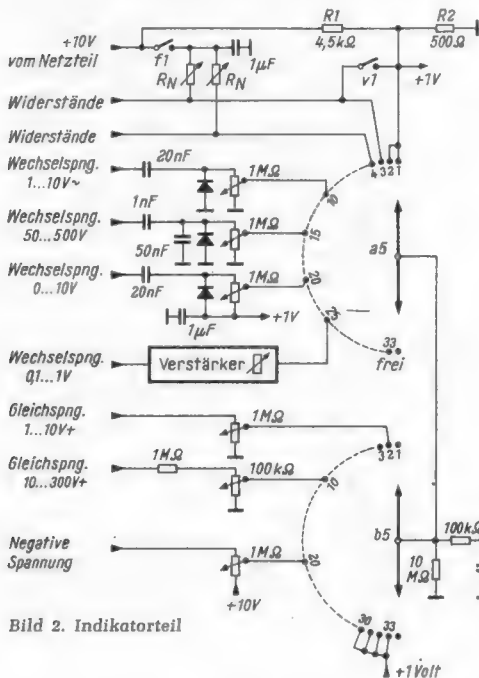
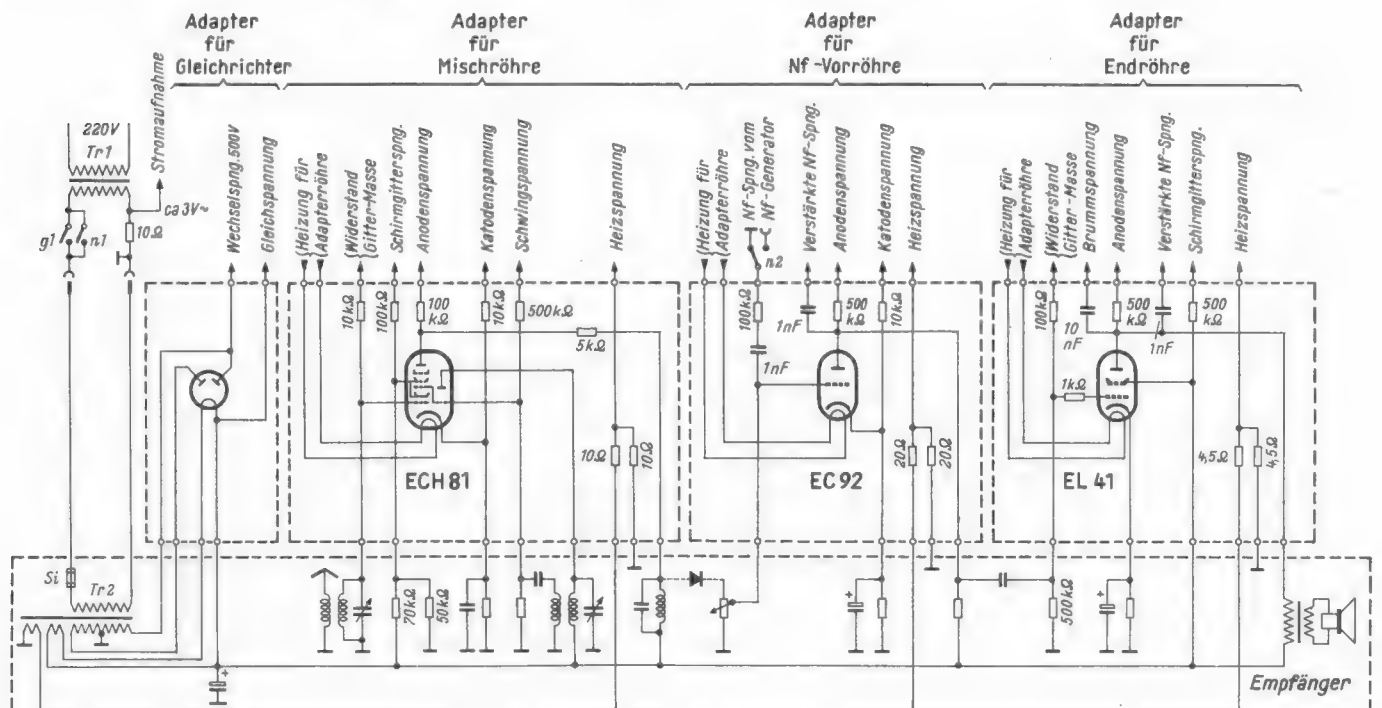

Bild 2. Indikationsteil
Bild 3. Schaltung der Röhrenadapter
Der Kontakt x_1 gehört zu dem X-Relais im Indikationsteil (Bild 2). Sobald dieses einen Fehler, d. h. eine falsche Spannung, feststellt, öffnet sich dieser Kontakt x_1 . Damit wird das Taktrelais T stromlos und die Automatik bleibt stehen. Entweder wird jetzt der Fehler beseitigt und die Automatik läuft von selbst wieder an, oder die Taste S_2 im Bild 1 (Steuerteil A) wird gedrückt. Das Wiedereinschaltrelais E zieht solange an, wie der Ladevorgang des vorgeschalteten Kondensators dauert. Der e_1 -Kontakt parallel zu dem x_1 -Kontakt schließt sich kurzzeitig, und die Automatik kann wieder anlaufen. Da auf Schritt 33 der a_2 -Kontaktbahn keine Messung erfolgt, bekommt das E-Relais hier nochmals kurzzeitig über den zweiten vorgeschalteten Kondensator Spannung. Der e-Kontakt schließt ebenfalls kurzzeitig bis der Drehwähler B angelaufen ist.
Die Kontaktbahnen a_2 und b_2 schalten bei jedem Schritt ein Glühlämpchen ein, so daß jederzeit zu erkennen ist, auf welchem Schritt sich die Automatik befindet. Die Stellungen 1 und 33 werden nicht zur Messung benutzt. Die Kontaktbahn a_3 steuert das V- und das F-Relais für die Widerstandsmessung. Diese findet am Anfang der Messung in spannungslosem Zustand des Chassis statt. Der Kontakt f_1 in Bild 2 legt die Widerstandsmeßspannung + 10 Volt an. Wird z. B. der Gitterableitwiderstand einer Verstärkerröhre gemessen, so würde diese Meßspannung nachher im Betrieb stören und muß daher wieder verschwinden. Das V-Relais mit seinem Kontakt v_1 dient der Aufladung vorhandener großer Kapazitäten auf + 1 Volt. Das ist beispielsweise für die Messung des Widerstandes der Leitung gegen Masse notwendig. Sind die Widerstandsmessungen beendet, schaltet das F-Relais ab und das G-Relais tritt in Tätigkeit. Dieses legt die Netzspannung an das Prüfchassis (Bild 3). Die Röhren in den Adaptern werden aus dem Automaten geheizt, so daß alle Spannungen sofort in der normalen Höhe anliegen. Notfalls läßt man einige Schritte ohne Messung leerlaufen. Hier wird auch die Stromaufnahme geprüft, und zum Schluß soll noch die NF-Verstärkung der NF- und Endstufe gemessen werden. Das N-Relais (Bild 1) schaltet über den n_1 -Kontakt (Bild 3) die Netzspannung wieder zu, das G-Relais ist ja wieder in Ruhestellung, und über den n_2 -Kontakt (ein Umschaltkontakt, Bild 3) liegt die NF-Spannung eines Tongenerators am Gitter der NF-Vorverstärkerröhre.
Da die einzelnen Meßpunkte mit verschiedenen Toleranzen gemessen werden müssen, werden mit den Kontaktbahnen a_4 und b_4 (Bild 1) drei Toleranzrelais M, O und P gesteuert, so daß vier verschiedene Toleranzen möglich sind. Bei der engsten Toleranz ist kein Relais eingeschaltet. Die Relais M, O und P legen mit ihren Kontakten m_1 , o_1 und p_1 Parallelwiderstände zum X-Relais (Bild 2).
Das Indikationsteil, auf dessen Schaltung Bild 2 bereits mehrfach hingewiesen wurde, ist für beide Steuerteile gleich. Nur besitzt das X-Relais für Steuerteil A einen Ruhekontakt und für Steuerteil B einen Arbeitskontakt. Das X-Relais ist ein polarisiertes Telegrafienrelais, so daß diese Änderung nur einen Wechsel der Anschlüsse verlangt.
In Bild 2 sind in willkürlicher Verteilung einige Beispiele für verschiedene Messungen gezeichnet. Auf den Schritten 1 und 2 finden keine Messungen statt. Diese Kontakte werden an + 1 Volt gelegt. Über den v_1 -Kontakt lassen sich auf Schritt 2 zu messende Kapazitäten mit der Meßspannung vorladen.
Bild 3 zeigt den Anschluß der Adapter an einen nur im Prinzip dargestellten Drei-Röhren-Empfänger. Die Röhren im Adapter werden vom Automaten geheizt, so daß alle Verzögerungen, die durch jedesmaliges Aufheizen der Röhren entstehen würden, vermieden werden.
d. h. erst nach dieser Zeit wäre eine Messung möglich. Um diesen Zeitraum abzukürzen, wird der Siebblock über den Spannungsteiler R_1/R_2 ($4,5 \text{ k}\Omega/500 \text{ k}\Omega$) und den Kontakt v_1 (Bild 2) vorgeladen. Jetzt beträgt die Ladezeit nur noch
Jetzt soll die Sekundärspannung des Netztransformators (2 \times 500 Volt) gemessen werden. Die beiden Spannungsteilerkondensatoren 1 nF und 50 nF im Indikationsteil (Bild 2) teilen die 500-Volt-Spannung auf 10 Volt herunter. Diese Spannungen können direkt vom Gleichrichter im Indikationsteil gleichgerichtet werden.
Der nächste Schritt ist die Brummspannungsmessung an der Anode der Endröhre. Sie erfolgt genau wie die Heizspannungsmessung. Die Toleranz wird bei dieser Messung nach der negativen Seite meist Null sein. Das würde aber bedeuten, daß das Gitter der Indikationsröhre EL 84 I in Bild 3 die Spannung Null bekommen und damit einen Fehler anzeigen würde. Wird aber der Fußpunkt der Gleichrichterdioden auf + 1 Volt gelegt, so kann die Toleranz beliebig von Null ins Positive eingestellt werden.